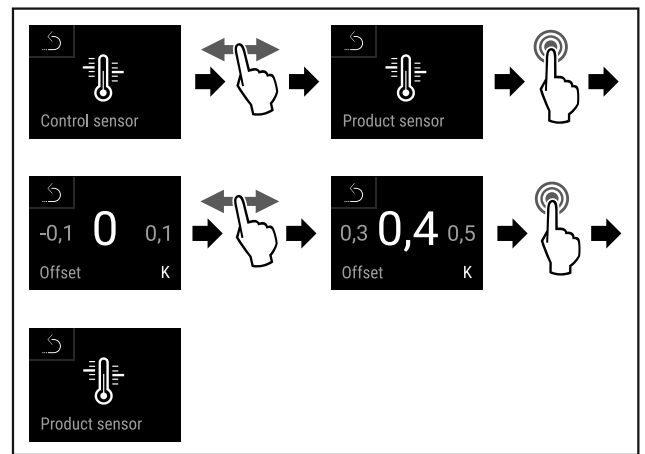

Fig. 138
- ▶ Suivre les étapes (voir Fig. 138).